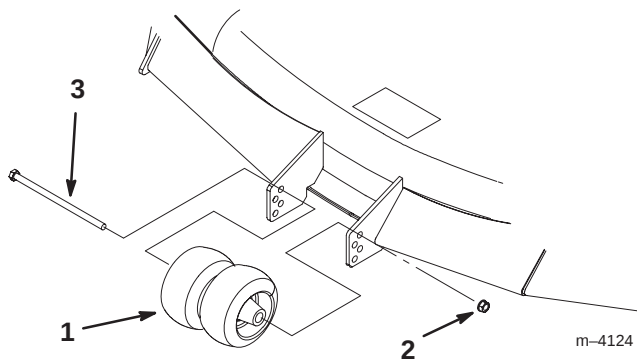

Figure 19
3. Lorsque la hauteur de coupe est réglée, enlevez le boulon et l'écrou (Fig. 19).
- Choisissez le trou qui convient pour que les galets centraux se trouvent le plus près possible de la hauteur de coupe correspondante voulue (Fig. 19).
- Posez le boulon, les galets centraux et l'écrou (Fig. 19).